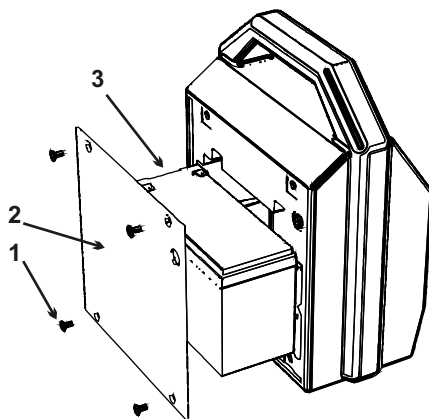

Рисунок 5
- 1 Отверните 4 винта (поз. 1 рис. 5)
- 2 Аккуратно снимите крышку аккумуляторного отсека (поз. 2 рис.5).
- 3 Извлеките аккумулятор (поз. 3 рис.5).